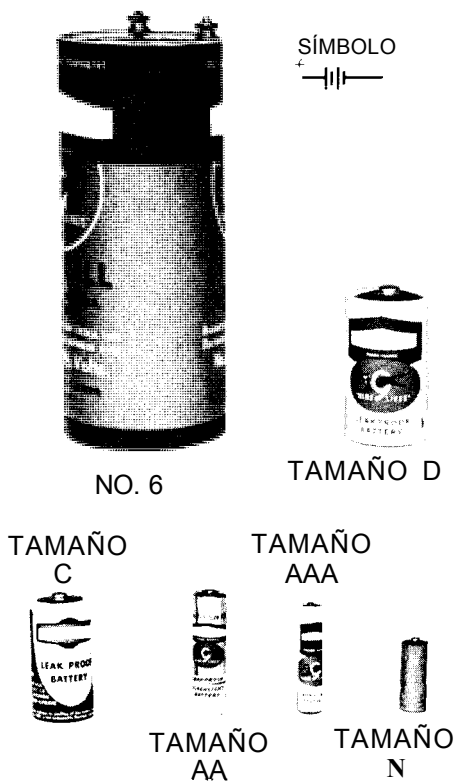

Fig. 16-5. Tamaños comunes de pilas de carbón-zinc.
**Tamaño y voltaje.** Las pilas de carbón-zinc, disponibles en varios tamaños, tienen un voltaje en circuito abierto de entre 1.5 y 1.6 volts (Fig. 16-5). Existen varios tipos de baterías de carbón-zinc. El más común tiene voltajes de 3, 4.5, 6, 9, 13.5, 22.5 y 45 volts. En algunas baterías, las pilas o elementos de éstas son cilíndricas (Fig. 16-6A) y en otras, planas (Fig. 16-6B).